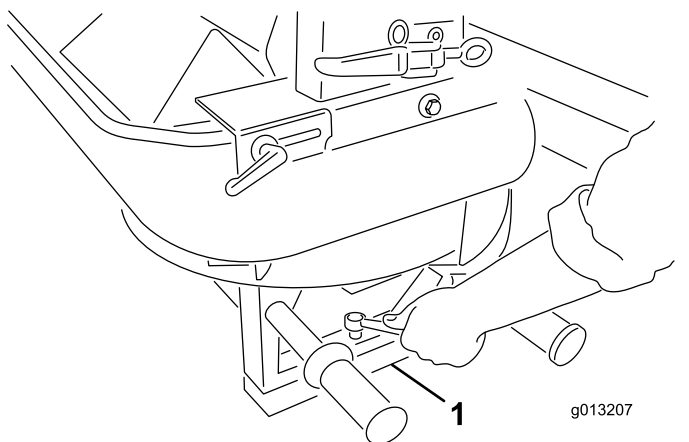

図 6
5. ツインスピナーの脚部からねじ 4 本を取り外す。二人掛かりでツインスピナーを持ち上げ、出荷用のスタッドや保護材を取り除く 図 6。